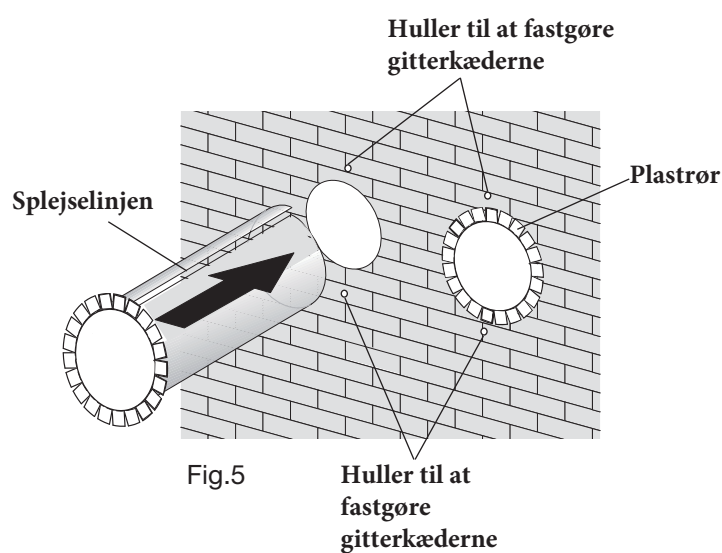

Fig.5
-Indsæt de opnåede plastrør i de to huller med med fokus på splejselinjen (fig. 5), som altid skal vende opad.
- før det klæbende isolerende tape (fig. 7) på rørets vinger på væggen. (Fig. 5)